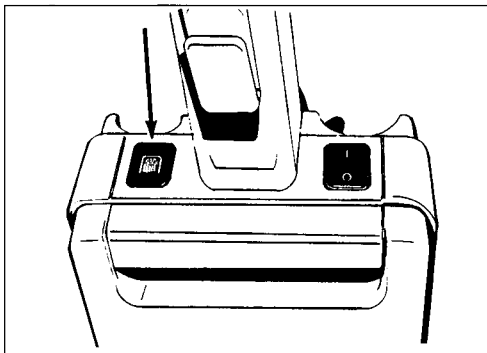

Figure 6
**The Indicator Light** (See figure 6)
### **Indicateur lumineux** (Voir figure 6.)